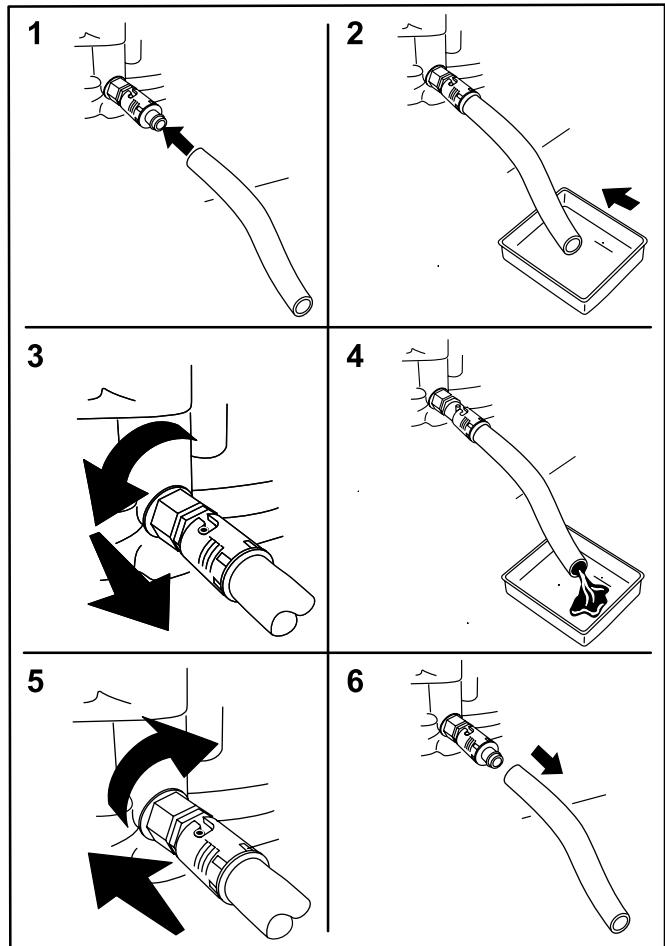

Figura 4
3. Installate il tubo di spurgo sopra la valvola di spurgo dell'olio (Figura 4).
4. Posizionate l'altra estremità del tubo flessibile in un apposito contenitore per l'olio (Figura 4).
5. Girate la valvola di spurgo di 1/4 di giro in senso antiorario per lasciare defluire l'olio (Figura 4).
6. Dopo avere scaricato l'olio, premete la valvola di spurgo verso l'interno e ruotatela di 1/4 di giro in senso orario per chiuderla (Figura 4).